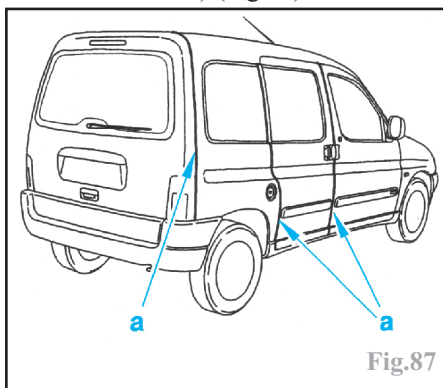

Fig.87
- Fermer les portes et le hayon pour contrôler les jeux en a (voir le chapitre «Éléments amovibles») (Fig.87).